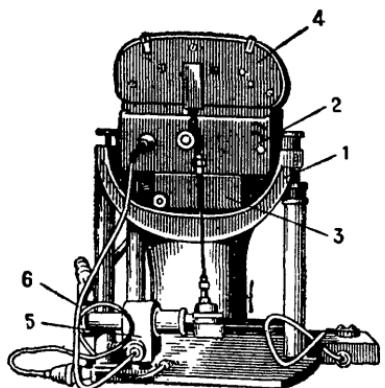

Рис. 29. Советский аппарат для воздушного фотографирования АФА-33:
На рис. 29 изображён советский аэрофотоаппарат АФА-33. Он состоит из фотоустановки (подставки) (1), на которой укреплена камера, камерной части (2), объективной части (3), в которой находятся объектив и затвор, и кассеты (4). Отдельный механизм (5) управляет заводкой и спуском затвора и передвижением плёнки. Он же приводит в движение маленькую воздуховушку (6). Это странное на первый взгляд приспособление служит для прижимания плёнки в момент съёмки сжатым воздухом к специальному столику. В этом случае поверхность плёнки делается совершенно ровной, что чрезвычайно важно для получения резкого и точного снимка. Фотоаппарат